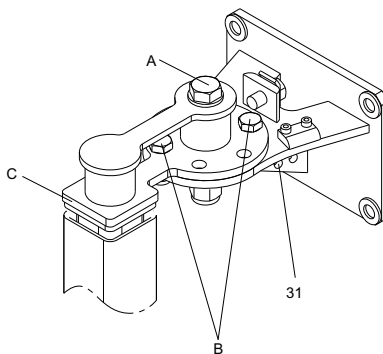

Рис. 5 Верхнее крепление
7. Установить стойку из профиля и выровнять её относительно сегмента профиля на соединительном фланце. Подогнать длину стойки из профиля (поз. 2) под уровень эпоксидного изолятора (поз. С) на верхнем фиксаторе. Оптимальный зазор между буртиком эпоксидного изолятора и стойкой составляет 5-10 мм. См. рис. 5.
15. С помощью скобы закрепить верхний конец страховочного троса в отверстии (поз. 31, рис. 5) верхнего фиксатора. На другом конце страховочного троса имеется скоба, через которую должен проходить подъёмный трос.